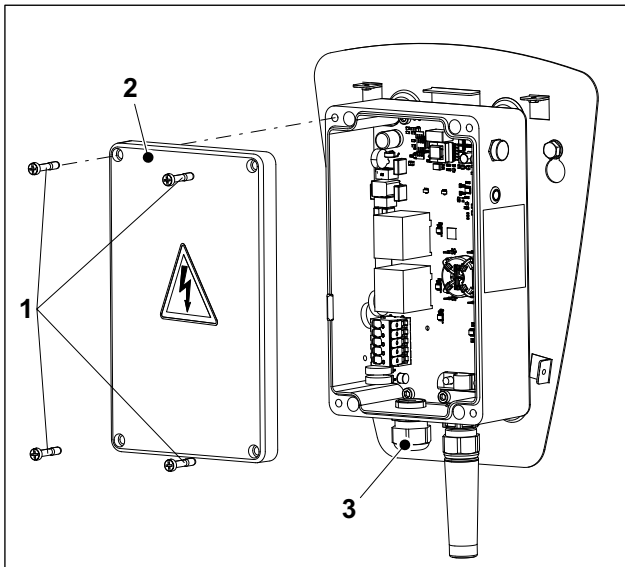

Abb. 4 Heidelberg Wallbox Home Eco, geöffnetes Elektronikgehäuse
1. Die vier Schrauben (Abb. 4/1) lösen und den Deckel des Elektronikgehäuses (Abb. 4/2) abnehmen.
2. Die Kabelverschraubung ESKV25 (Beipackzubehör) mit dem dazugehörigen Dichtring EADR25 (Beipackzubehör) in das Elektronikgehäuse einschrauben (Abb. 4/3) und festziehen (ca. 8 Nm).
8. Den Deckel des Elektronikgehäuses (Abb. 4/2) aufsetzen und die vier Schrauben festziehen (2,5 Nm).